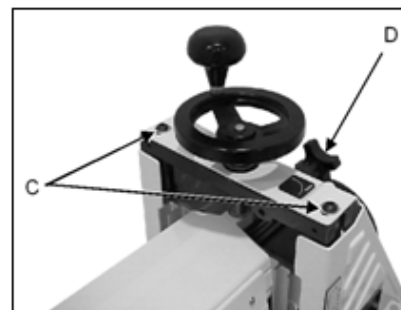

Рис. 15
Чтобы выровнять барабан, ослабьте два винта с внутренним шестигранником (C, Рис. 15). Это позволит наклонять всю каретку барабана.
Поверните доску и без изменения высоты барабана отшлифуйте другой конец доски. Если осталась борозда из-за перехлеста проходов, ослабьте два винта с внутренним шестигранником (С, Рис. 15) и поднимите свободный конец барабана путем легкого вращения регулировочной ручки тонкой настройки (D) по часовой стрелке. Затяните два винта с внутренним шестигранником.